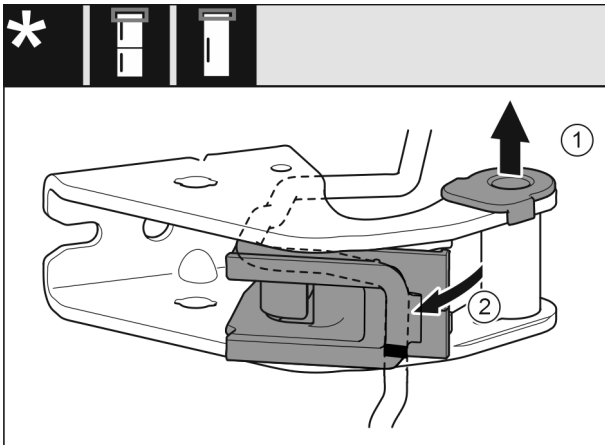

Fig. 24
- Tirer la douille de palier en dehors du guide. Fig. 24 (1)
- Incliner le support de câble vers l'extérieur. Fig. 24 (2)